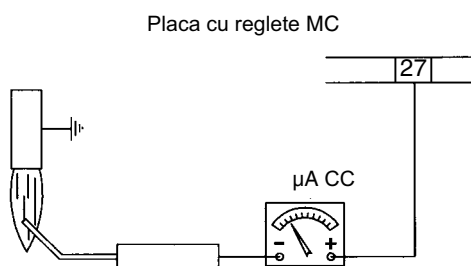
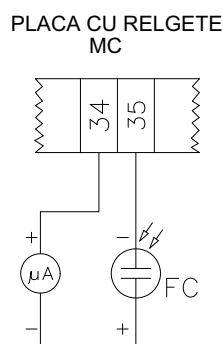

Fig. 27: Detectie cu electrod
Fig. 28 : Detectie cu fotocelula QRA..
- Verificați electrodul de detecție, curățați-l, reglați-l și, dacă este cazul, înlocuiți-l; în caz de dubiu, verificați circuitul de detecție în conformitate cu schemele din Fig. 28 și Fig. 28, după repornirea arzatorului;
Pentru a verifica semnalul de detectie urmati schema din Fig.27 sau Fig.28 . Daca semnalul este mai mic decat valoarea indicata, verificati pozitia electrodului de detectie sau a detectorului, contactele electrice si , daca este necesar , inlocuiti electrodul sau detectorul .